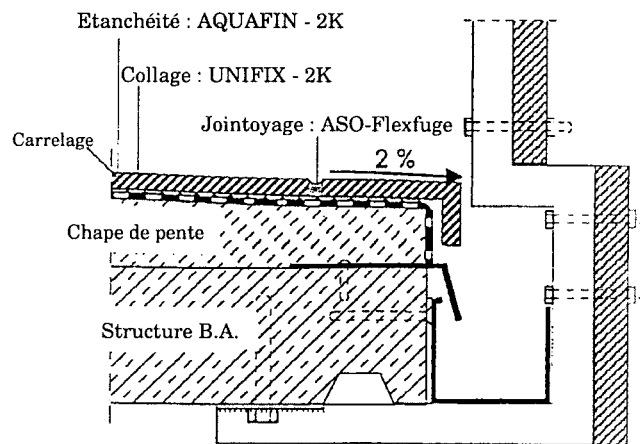

Fig. 9 : Etanchéité de balcon avec AQUAFIN-2K
5.3.4 NEZ DE BALCON – GARDE-CORPS (FIG. 9)